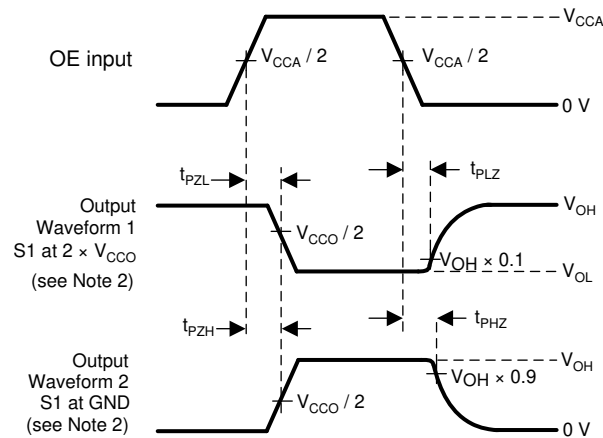

図 7-6. イネーブ爾およびディセーブ爾時間
2. 図 7-6 の波形 1 は、OE が High の場合を除き、出力が High になる内部構成の出力です (図 7-3 を参照)。図 7-6 の波形 2 は、OE が High の場合を除き、出力が Low になる条件の出力です。